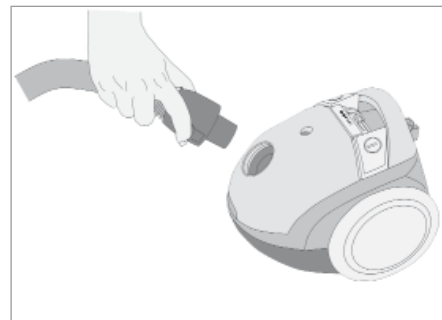

Fig. 2
Inserire il tubo flessibile nella sede di aspirazione premendolo con cautela fino al blocco. Per rimuoverlo è necessario premere contemporaneamente i due pulsanti di sblocco (M) ed estrarlo (FIG. 2).